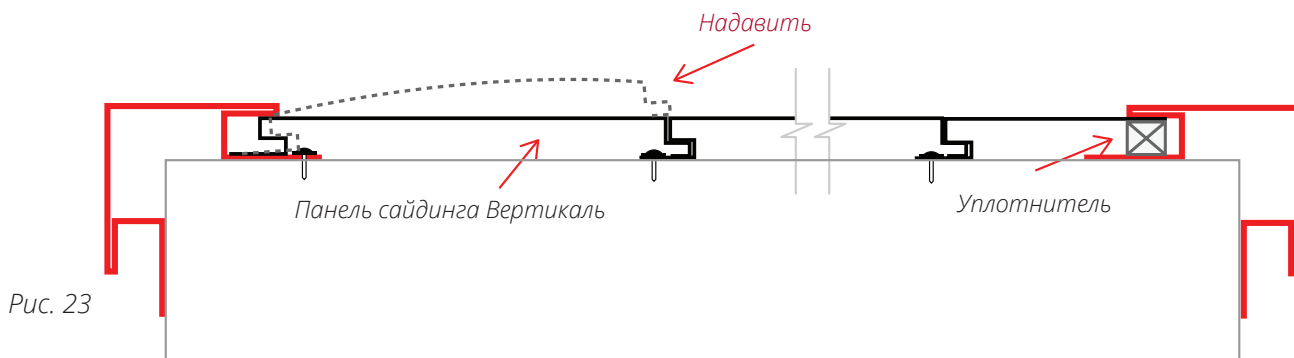

Рис. 23
■ Вставьте стартовую панель в пазы доборных элементов (рис. 23). Выровняйте ее так, чтобы панель входила в пазы J-профиля сверху и снизу на половину глубины (рис. 23).